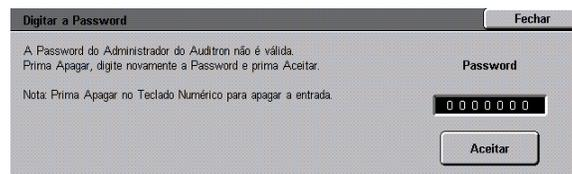

Figura 6: Ecrã Digitar a Password
- 2 Prima a tecla **Administração do Auditron** no ecrã para visualizar o ecrã Digitar a Password, tal como ilustrado na Figura 6.